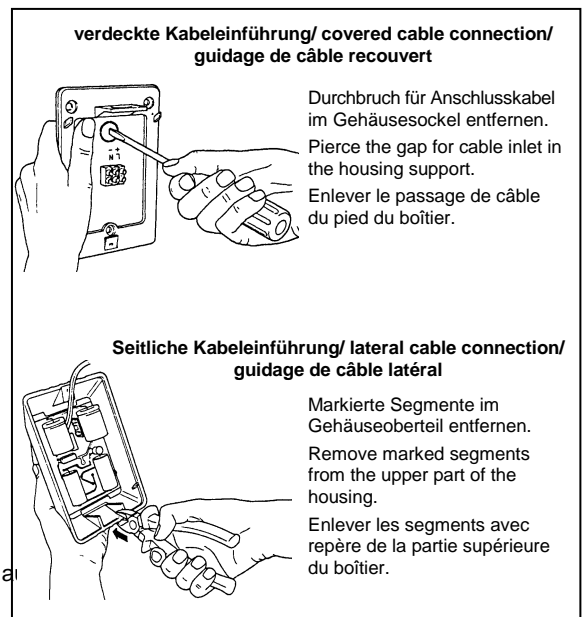

Fig. 1
1. gewünschte Kabeldurchführung ausbrechen (**Fig. 1**)
1. Remove the according stamping (**s. Fig. 1**)
1. Enlever le passage de câble (**voir Fig. 1**)